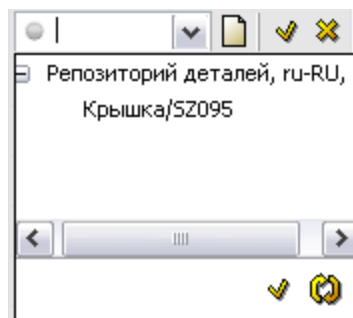

Рис. 6.28
6) Нажмите на кнопку . Появится ссылка на репозиторий деталей (Рис. 6.28).